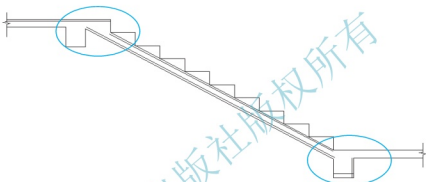
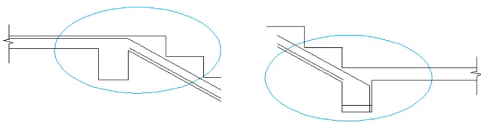

图 5.73 偏移形成作图辅助线
图 5.74 修整辅助线
(2) 启动【偏移】命令，将 A 和 B 线向下偏移 20mm，C 线向上偏移 20mm，D 线向上偏移 52mm，E 线向右偏移 30mm，结果如图 5.73 所示。
(3) 用【圆角】命令修整如图 5.73 所示的圆圈内的辅助线，结果如图 5.74 所示。